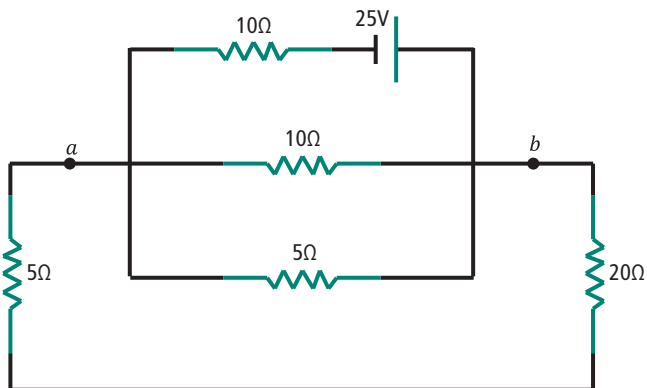

Figura 5.11: Rede de resistores em série e em paralelo
3. Considere o circuito da Figura 5.11. Ache o valor da corrente no resistor de $20\ \Omega$ e a tensão entre os pontos a e b.